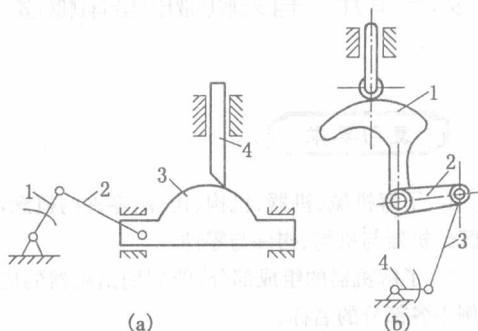

图 1.2.3
2. 分析图 1.2.3(a)和(b)所示机构各有哪些运动副。